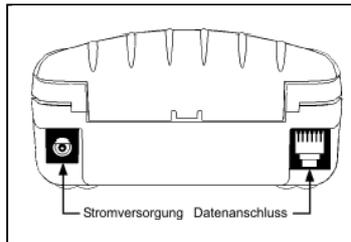

Bild 35
- Akkupack-Ladegerät an den Anschluss »Stromversorgung« am Drucker anschließen (Bild 35).